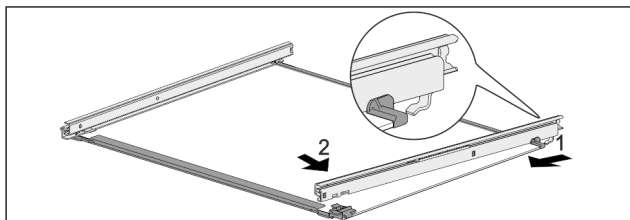

Fig. 140 Staklena plošča z vodili
- ▶ Vodilo obesite na kavelj na zadnji strani. Fig. 140 (1)
- ▶ Vodilo zaskočite na sprednji strani. Fig. 140 (2)